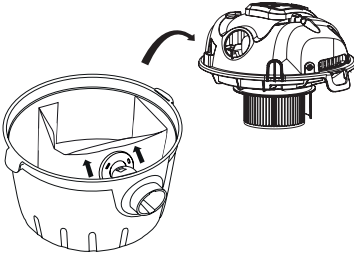

Fig. 8 – Retirando la bolsa de polvo usada
3. Levante la tapa y retire la bolsa de polvo usada, tirándola en el sentido contrario al encaje, conforme muestra la Fig. 8;